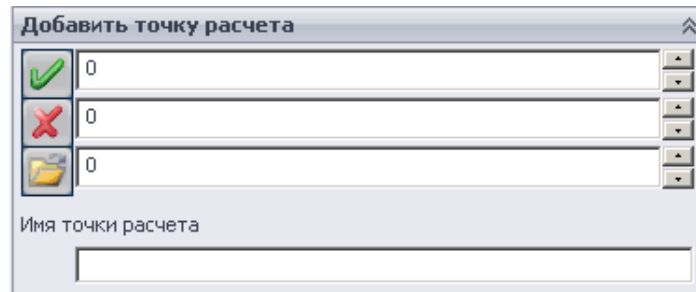

Рисунок 4 – Группа "Точки расчета"
2. Группа "Точки расчета" (рисунок 4) - содержит таблицу с координатами точек (X, Y, Z), в которых производится расчет искомых величин: массовых толщин защиты в секторах, поглощенных доз всех заданных видов ЗЧ КП, эквивалентного потока (флюенса) протонов по эффектам смещения и др.